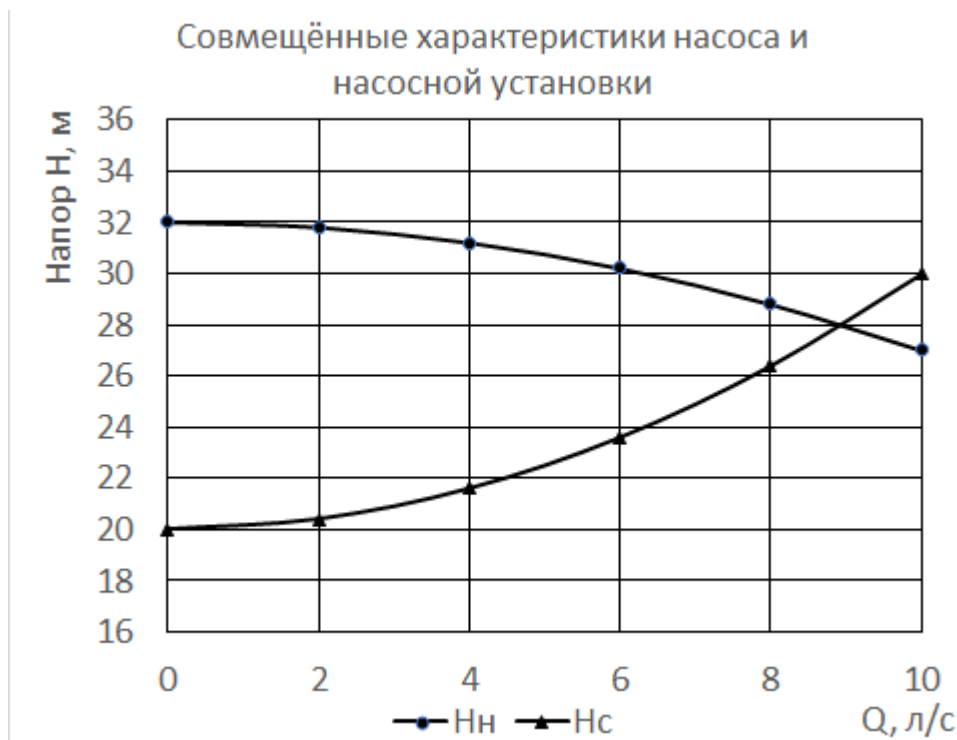

Рис. 2
1. Определите параметры работы насоса (Напор H и подачу Q) в данной насосной установке. Характеристика насоса, H_n и график зависимости потребного напора от расхода для насосной установки H_c изображены на рис. 2.